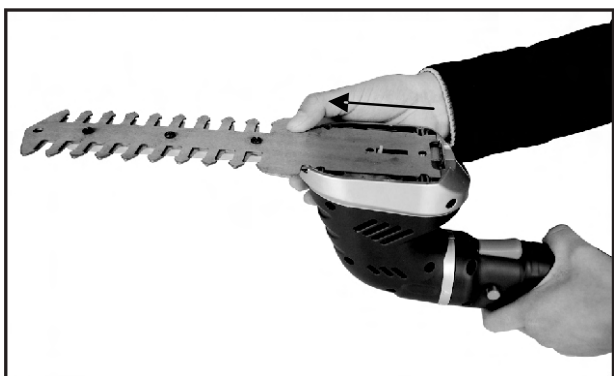
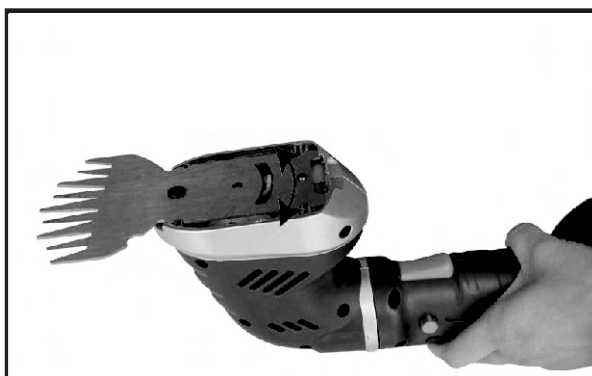

Fig. 22
Fig. 23
Déplacez la nervure (23) vers le haut et vers le bas (Fig. 22) pour la lame de coupe d'arbrisseaux ou déplacez la nervure (23) vers la gauche et vers la droite pour la lame de coupe de gazon (Fig. 23) afin de permettre à l'ergot d'entraînement avant de pénétrer dans l'orifice avant dans la lame.